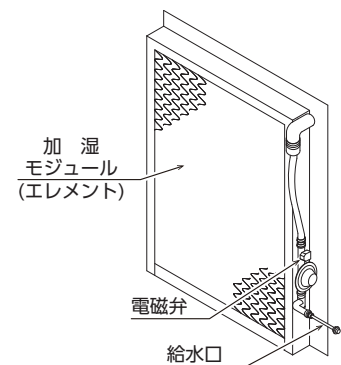

図3-16 水気化式加湿器
- ・ ステンレス製の枠に加湿モジュール（エレメント）と散水パイプを組み込み、給水側には電磁弁を設置しています。（図3-16 参照）